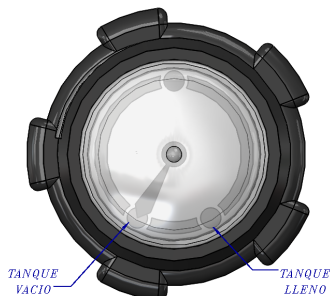

Figura 11. Indicador de combustible (tapón)
3. Lea el indicador de combustible (Figura 11) localizado arriba del tanque de combustible para determinar si el nivel es bajo.